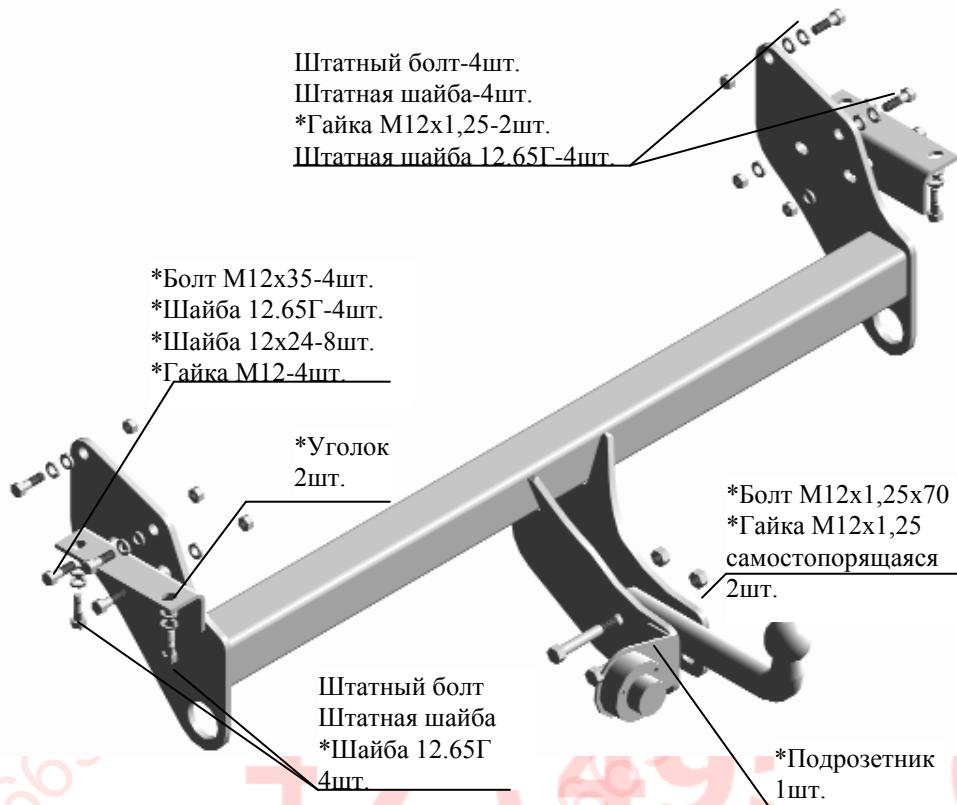

Рис.1 Тягово-сцепное устройство 7120
2.1 ТСУ 7120 в сборе (рис.1)	1 шт.
2.2 Пакет с комплектующими (см. рис.1) Защитный колпак	1 шт.